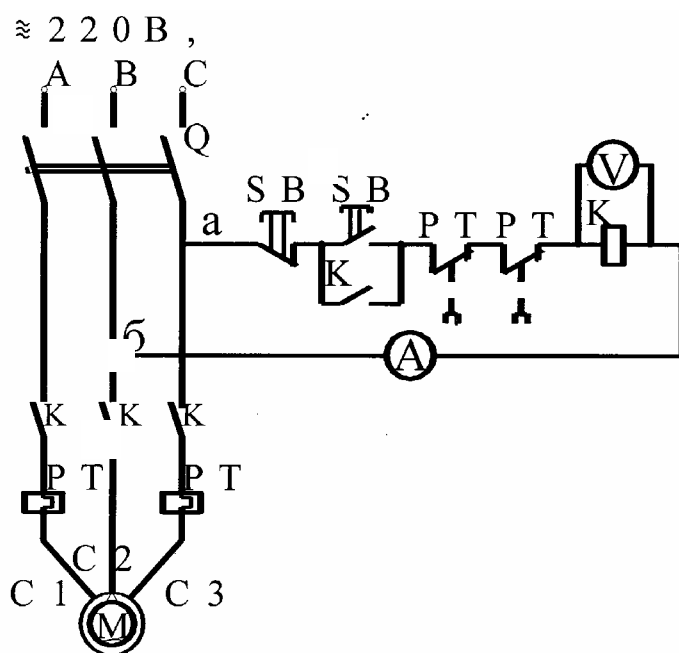

Рис. 5.2
- 2 Собрать электрическую схему согласно рис. 5.2. Проверить правильность соединения.